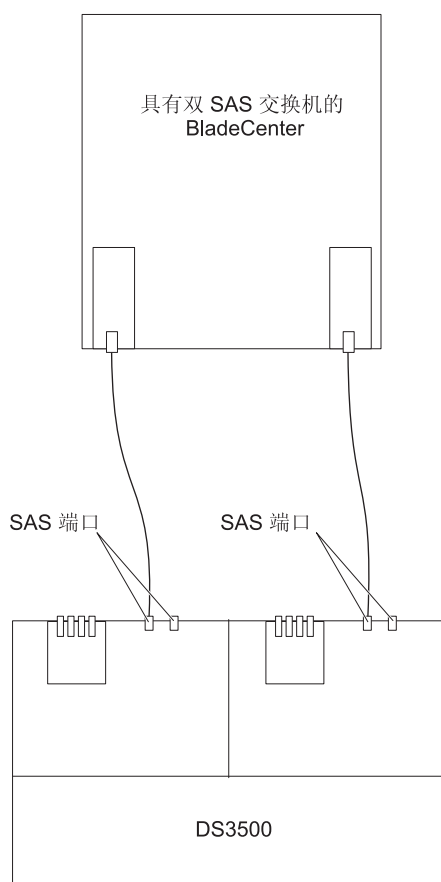

图 3-57. 连接到一个 BladeCenter 单元的 DS3500 示例
2. 要创建冗余的主机连接，请将 SAS 电缆从第二个 SAS 连接模块连接到 DS3500 中另一个控制器上的主机接口。在双控制器 DS3500 中，您最多可以创建两个冗余的主机连接，每个连接都从 BladeCenter 到一个 DS3500 控制器主机端口，如第 3-44 页的图 3-57 中所示。
第 3-44 页的图 3-57 显示了连接到一个 BladeCenter 单元的 DS3500 示例。